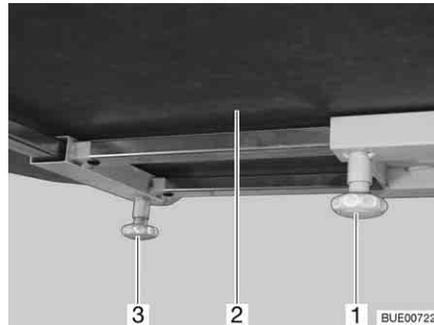

Fig. 86 Mesa fija
- Aflojar el tornillo moleteado (Fig. 86,1).
- Desplazar a la posición deseada el tablero de la mesa (Fig. 86,2).
- Aflojar el tornillo moleteado (Fig. 86,3).